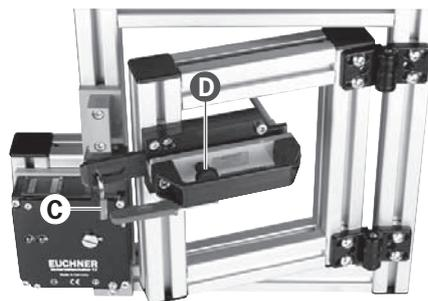

Fig. 3 : Cadenas et bouton d'arrêt
- ▶ Cadenas (figure 3, C)
- ▶ Bouton d'arrêt (figure 3, D)